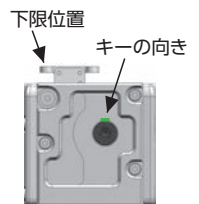

図3
13. 駆動部底面を下向きに据付けた場合、ストローク下限で軸のキー溝がほぼ上面(図3参照)を向きます。ただし同期等を行う場合、バックラッシュなどで個体差があるため、多少のずれが生じますので位相を調整する機構を別途設けてください。